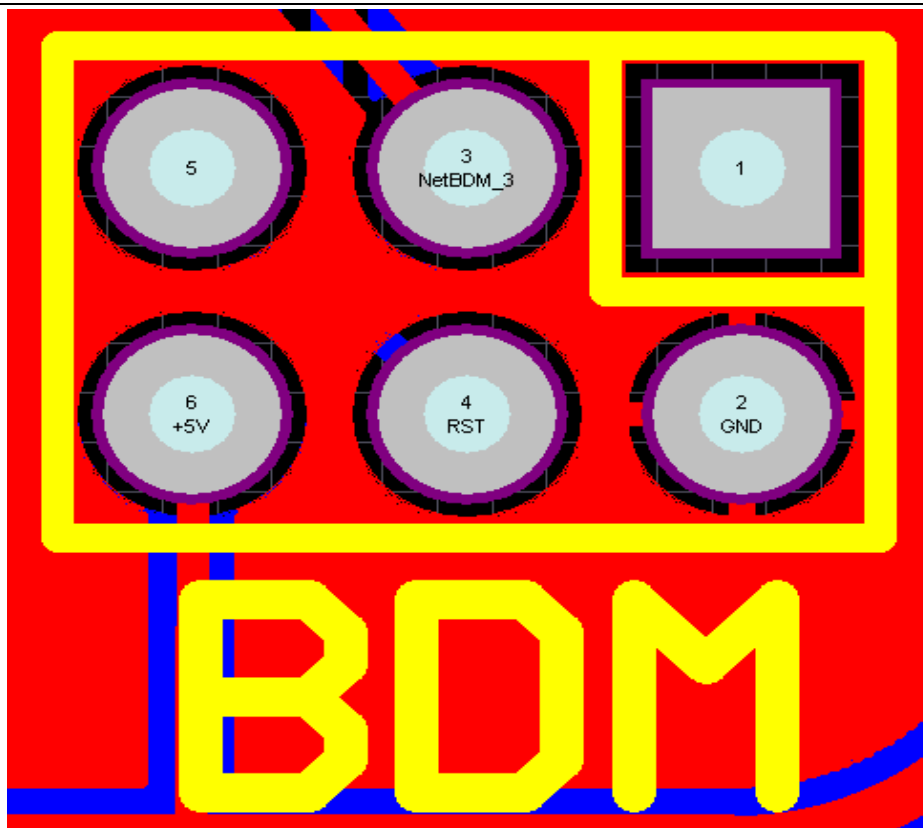

图18. 开发板上BDM下载口的管脚定义
3.24、如图18 所示的正常情况。从图中可以看出，当前目标板的单片机的FLASH_CO00 存储区域已下载有程序，状态为“Programmed”；其余模块为空，状态为“Blank”。因此，可以继续对该单片机的FLASH 进行读取、擦除Erase 和下载Load 等操作。